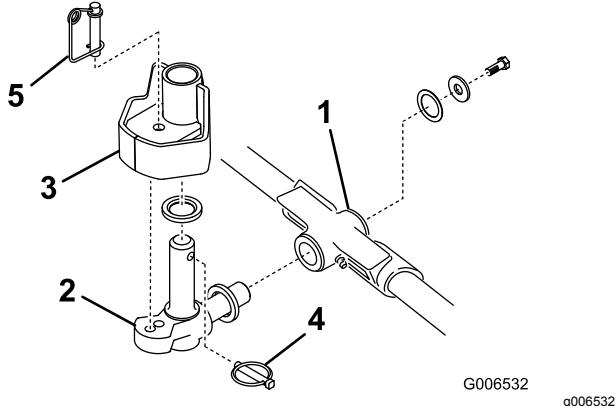

Figura 12
1. Montate una rondella di spinta sull'albero orizzontale dello snodo di articolazione, come riportato nella Figura 12.
2. Inserite l'albero orizzontale dello snodo di articolazione nel tubo di montaggio del telaio portante (Figura 12).
3. Assicurate lo snodo di articolazione al telaio portante per mezzo di una rondella di spinta, una rondella piatta e una vite a testa cilindrica con testa flangiata (Figura 12).
4. Inserite una rondella di spinta sull'albero verticale dello snodo di articolazione (Figura 12).
5. Inserite l'albero verticale dello snodo di articolazione nel mozzo orientabile del braccio di sollevamento, se era stato tolto in precedenza (Figura 12).
7. Inserite l'acciarrino nel foro a croce previsto sull'albero dello snodo di articolazione (Figura 12).
Nota: Se è necessario bloccare un apparato di taglio in posizione fissa, inserite il perno di bloccaggio dello sterzo nel relativo foro sullo snodo di articolazione (Figura 12).
13. Agganciate il braccio della molla attorno all'estremità inferiore del perno di bloccaggio dello sterzo (Figura 12).